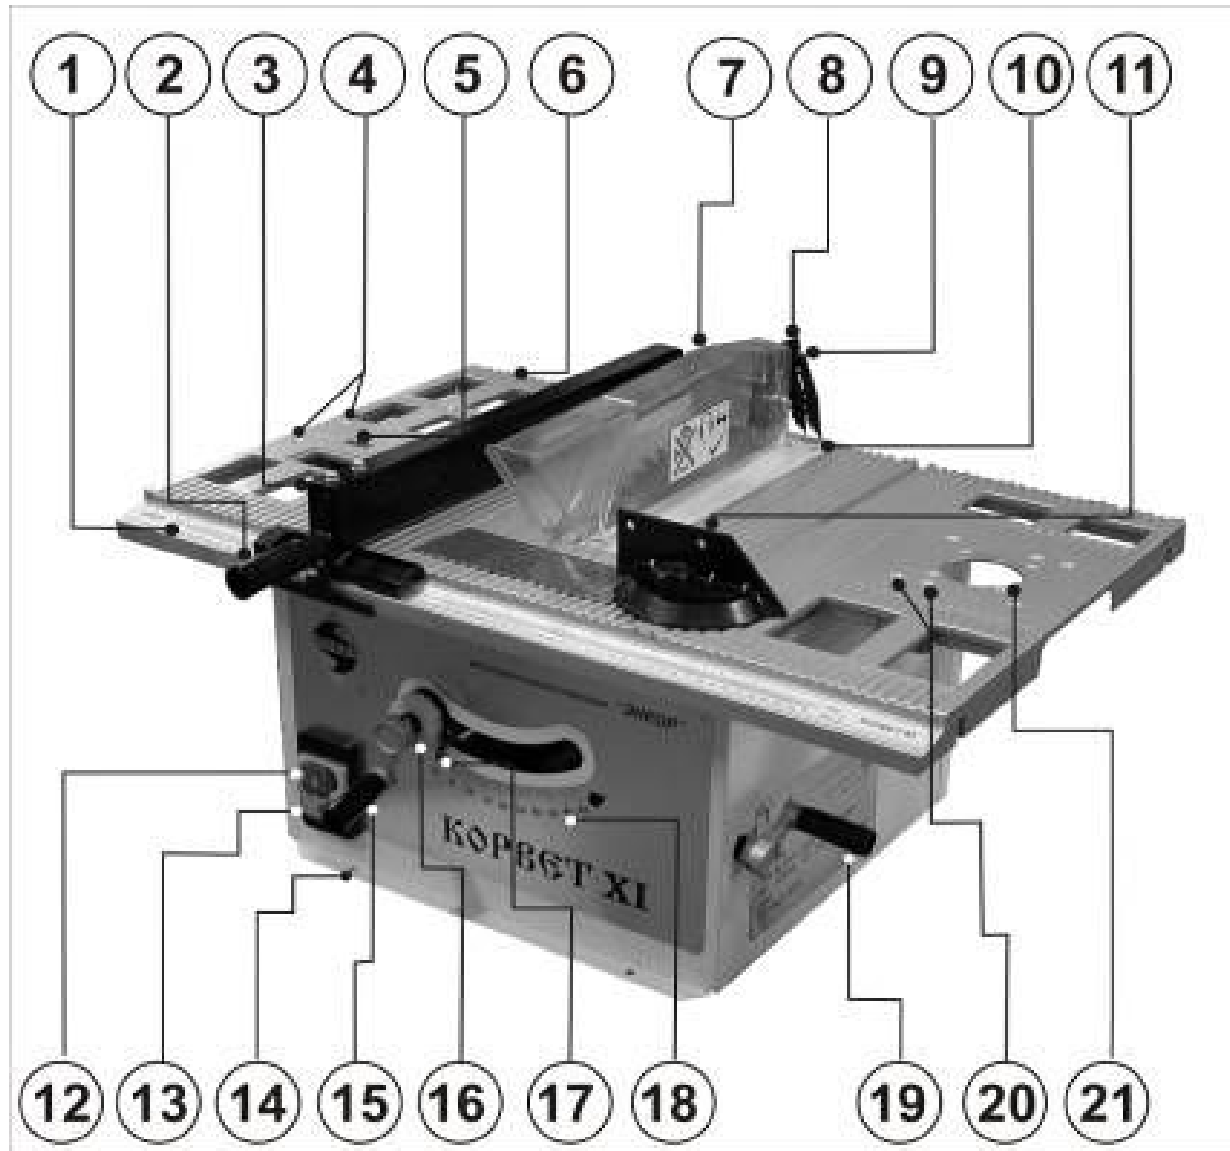
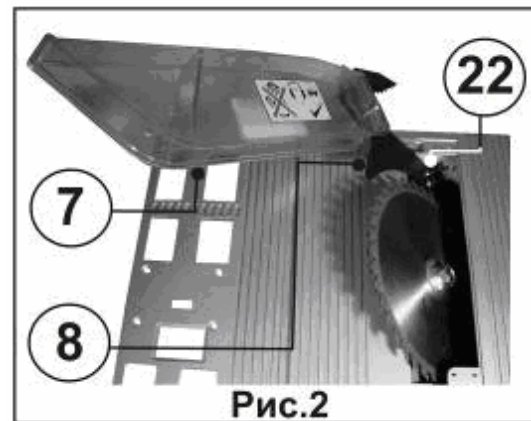

Рис.1
Рис.2
8.1. Установка рукояток регулировки подъема пильного диска и установки угла наклона (Рис.1)
8.2. Установка защитного кожуха с расклинователем и антиотбрасывателем (Рис.2)
8.2.1. Снимите центральную защитную пластину (10), выкрутив 4 крепежных винта, Рис.1.
8.2.2. С помощью рукояток (15) и (19), Рис.1, приведите пильный диск в положение, показанное на Рис.2.
8.2.4. Закрепите защитный кожух (7) на расклинователе (8), как показано на Рис.2.
8.2. Просверлите четыре отверстия на ровной и горизонтальной поверхности верстака и болтами с шайбами (не поставляются) закрепите пилу через отверстия (14) к поверхности верстака, Рис.1.
10. ОРГАНЫ УПРАВЛЕНИЯ (Рис.1)
10.1. Электромагнитный выключатель (Рис.1).
10.2 . Рукоятка подъема пильного диска, Рис. 1.
10.3. Рукоятка наклона пильного диска, Рис. 1.
10.4. Фиксатор угла наклона пильного диска, Рис. 1.
10.5. Расклинователь и антиотбрасыватель, Рис. 1.